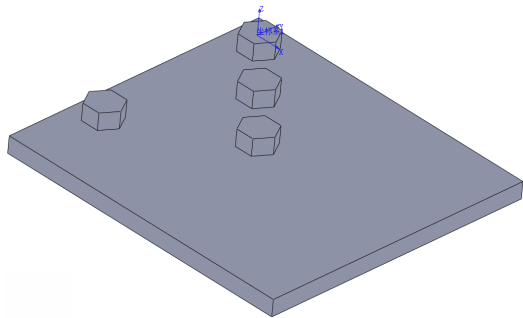

图 6-68 表格驱动阵列特征
(8) 单击【确定】按钮，即可表格驱动阵列特征，如图 6-68 所示。